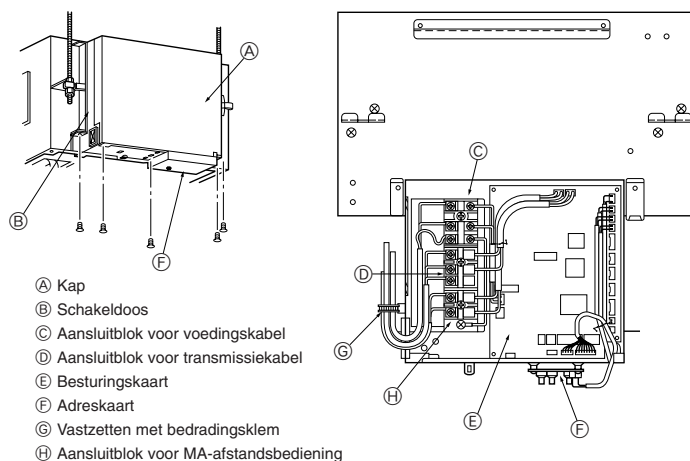

Fig. 4-1
4.1. Elektrische bedrading (Fig. 4-1)